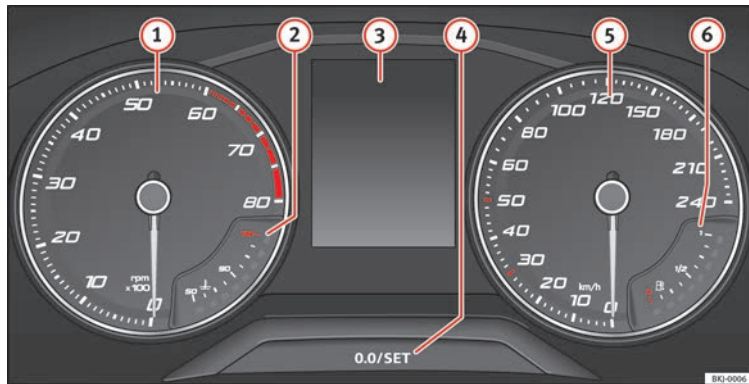

Fig. 121 Combiné d'instruments à l'avant.
Le compte-tours indique le nombre de tours du moteur par minute » **fig. 121 ①**.
L'aiguille du compte-tours **①** » **fig. 121** ne doit rester que peu de temps dans la zone rouge : risque d'endommagement du moteur.
Lors de la mise du contact d'allumage, l'écran du tableau de bord » **fig. 121 ③** affiche diverses informations en fonction de l'équipement du véhicule :
- Appuyez brièvement sur le bouton » **fig. 121 ④** pour remettre le compteur kilométrique journalier à 0.
- Maintenez enfoncé le bouton **④** pendant environ 3 secondes pour afficher la valeur précédente.
- Pour régler l'heure, maintenez enfoncé le bouton **» fig. 121 4** pendant plus de 3 secondes afin de sélectionner l'indicateur des heures ou des minutes.
Maintenez enfoncé le bouton **» fig. 121 4** pendant plus de 15 secondes pour afficher les lettres-repères du moteur (MKB) du véhicule. Pour cela, le contact d'allumage doit être mis et le moteur coupé.
L'indicateur de température du liquide de refroidissement **[②]** »» fig. 121 ne fonctionne que lorsque le contact d'allumage est mis. Pour éviter d'endommager le moteur, veuillez tenir compte des remarques suivantes, relatives aux plages de température.